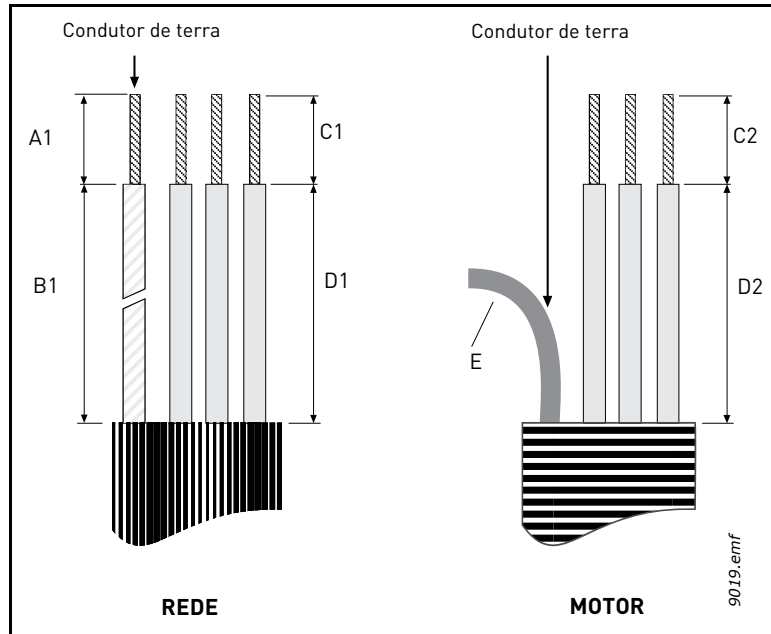
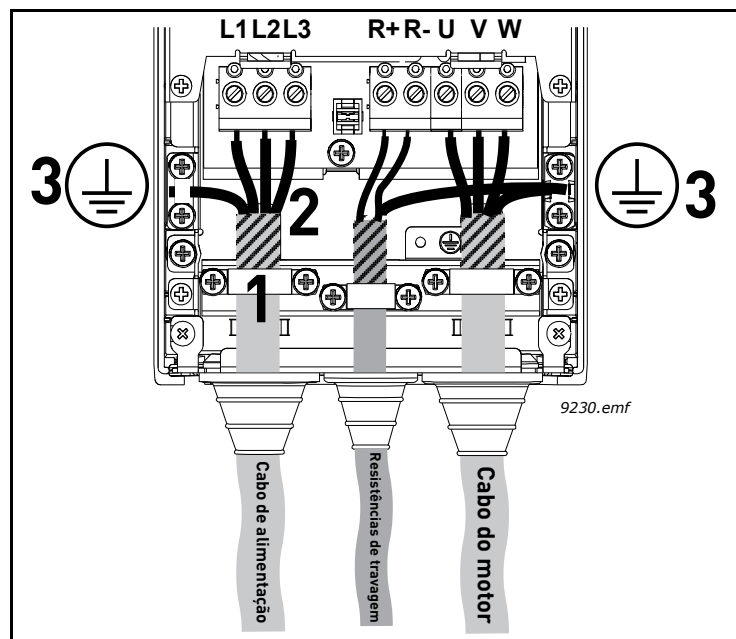

Figura 22. Descarnar os cabos
Figura 29. Ligação de cabos
Ligue os cabos descarnados (consulte a Figura 22 e a Tabela 17) da forma indicada na Figura 29.
- Exponha a blindagem dos três cabos para fazer uma ligação de 360 graus com a braçadeira do cabo (1).
- Ligue os condutores (fase) dos cabos de alimentação, do travão e do motor aos respectivos terminais (2).
- Una o resto da blindagem dos três cabos num só e faça uma ligação à terra com uma braçadeira da forma ilustrada na Figura 29 (3). Deixe esta ligação apenas com o **comprimento suficiente** para alcançar e ser fixado ao terminal.